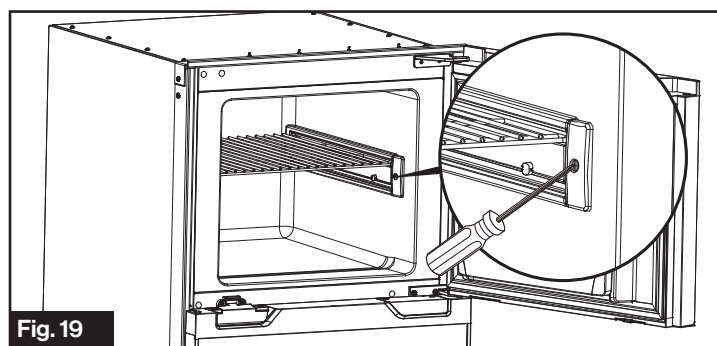

Fig. 19
3. Desserrez la vis de fixation à l'aide d'un tournevis cruciforme. (Fig. 19)